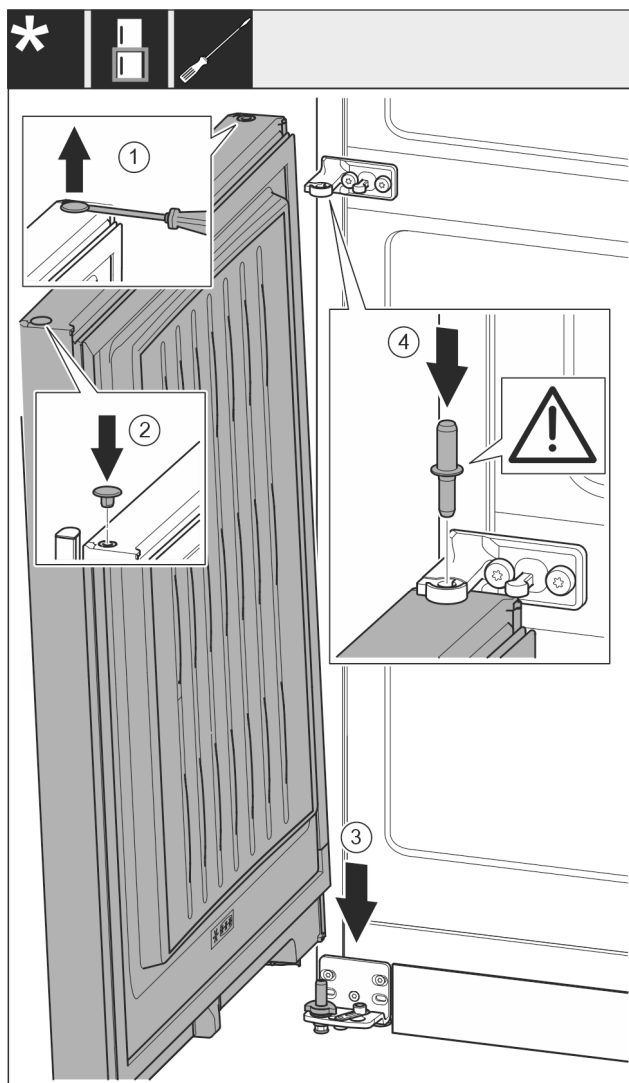

Fig. 23
- Sollevare il tappo Fig. 23 (1) con cautela con un cacciavite a intaglio ed estrarlo.
- Reinsertare il tappo Fig. 23 (2) sull'altro lato della porta.
- Inserire la porta Fig. 23 (3) dall'alto sul perno di supporto inferiore.
- Inserire il perno di supporto centrale Fig. 23 (4) attraverso il blocco di supporto centrale nella porta inferiore. Facendo ciò assicurarsi che la camma di arresto sia rivolta all'indietro.